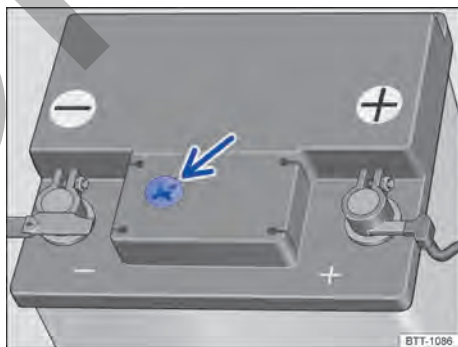

Fig. 179 Mirilla en la parte superior de la batería de 12 voltios (representación esquemática).
- Procure disponer de buena iluminación para poder distinguir bien el indicador de color en la mirilla redonda de la parte superior de la batería de 12 voltios → fig. 179. No utilice nunca una llama desprotegida u objetos incandescentes para alumbrarse.